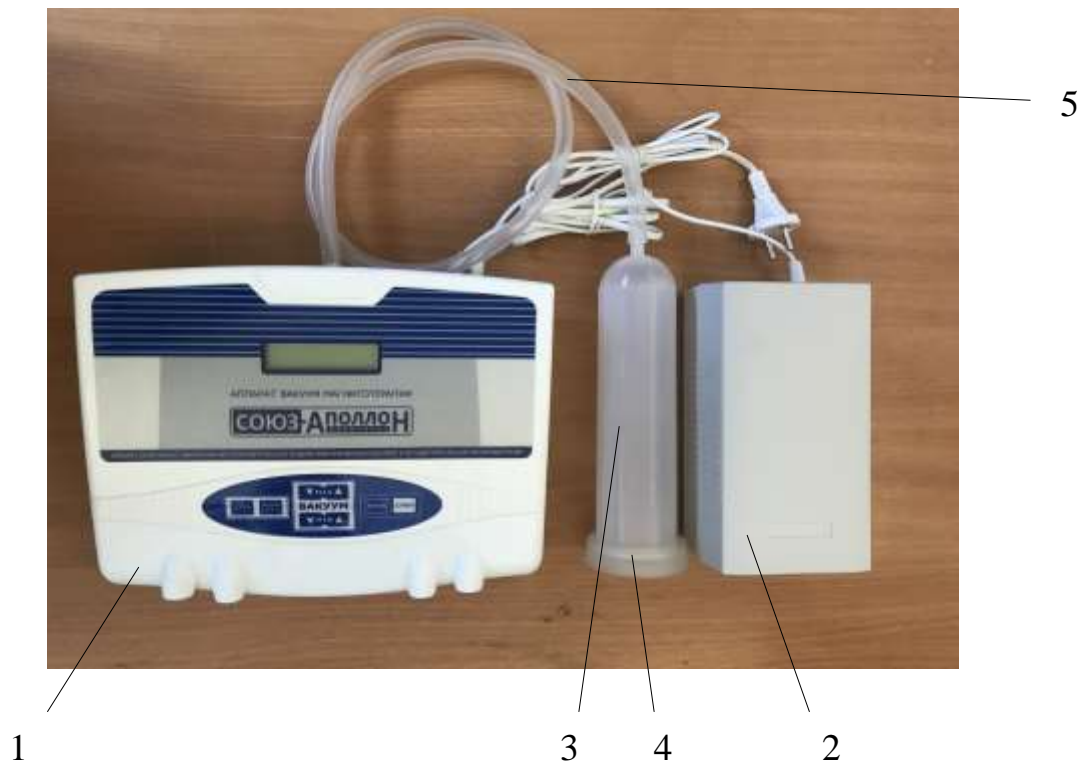
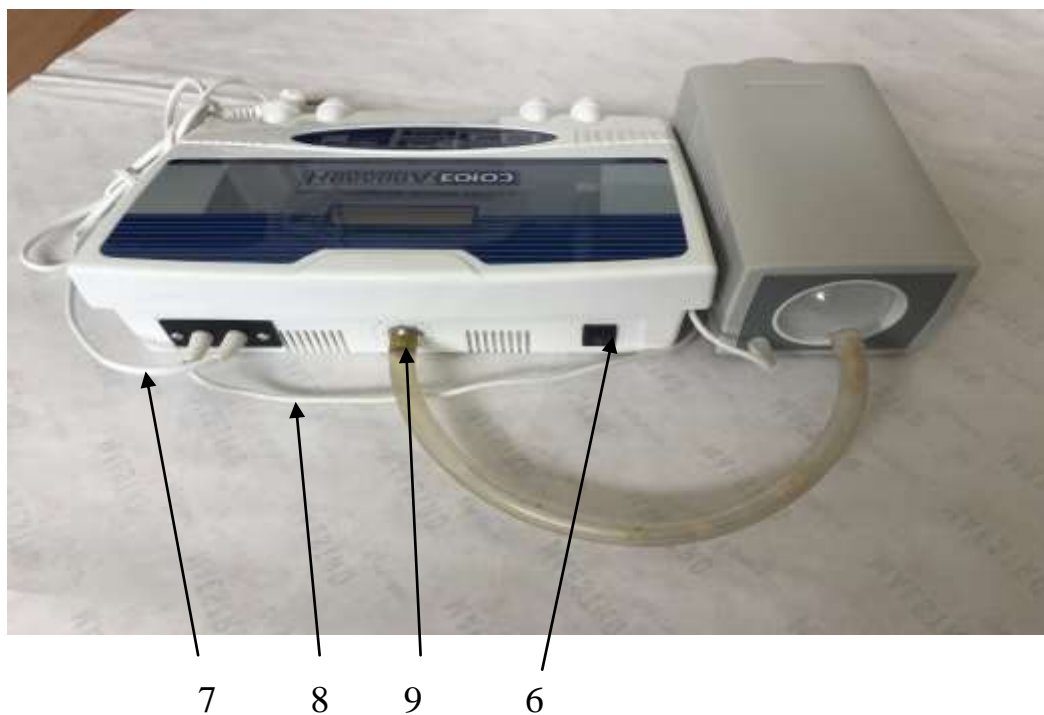

Рис. 1. Аппарат «СОЮЗ-АПОЛЛОН». Вид спереди.
Рис.2 Аппарат «СОЮЗ-АПОЛЛОН». Вид сзади.
1.7.1 Вид спереди аппарата приведен на рис. 1, вид сзади – на рис.2.
1.7.3 На верхней панели блока управления (см. Рис.1) расположены: индикатор состояния режимов, индикатор магнитного поля, кнопки регулировки режимов. На задней стенке корпуса блока управления (см. Рис.2) расположены штуцер для подключения вакуумной трубки, кабель питания, кабель данных и выключатель сети.